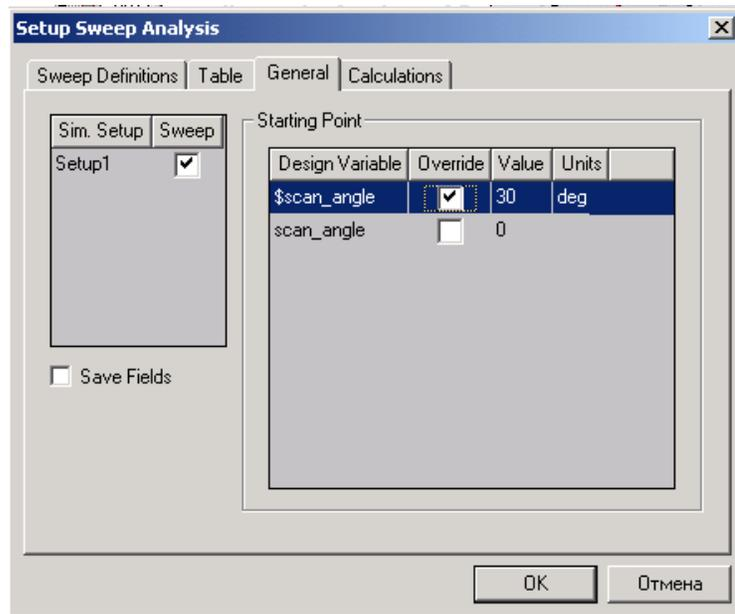

Рис. 12.7. Закладка *General* диалога установки параметрического анализа
1. В диалоговом окне **Setup Sweep Analysis**, нажмите закладку **General** (рис. 12.7) с перечисленными в разделе **Starting Point** переменными.
2. Выберите ту установку решения, которую HFSS будет использовать при параметрической оптимизации (**Sim.Setup** на рис. 12.7).